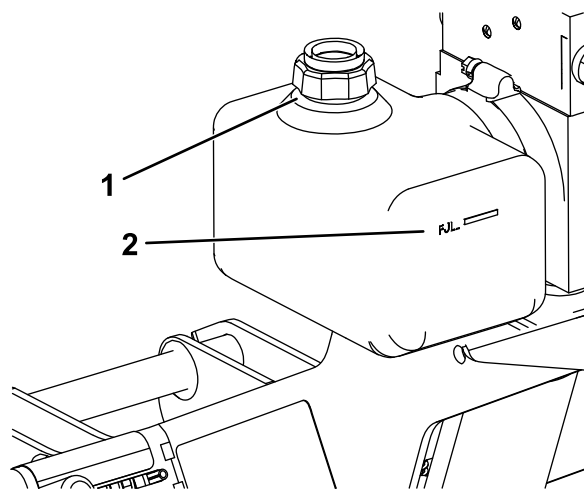

Bild 27
- Reinigen Sie den Bereich um den Fülldeckel (Bild 27).
- Nehmen Sie den Fülldeckel vom Hydraulikbehälter ab (Bild 27).
- Füllen Sie den Behälter langsam bis zur Füllmarke an der Außenseite des Tanks mit Hochleistungshydrauliköl von BOSS (Bild 27).